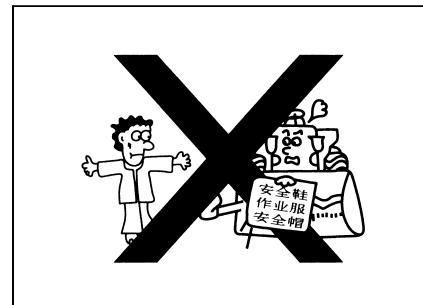

Рис. 1–15
- Сжатый воздух может ранить человека. При продувке сжатым воздухом следует носить респиратор, защитные одежды и безопасные туфли. Максимальное давление сжатого воздуха для очистки должно быть менее 0,3МПа (Рис. 1–15).